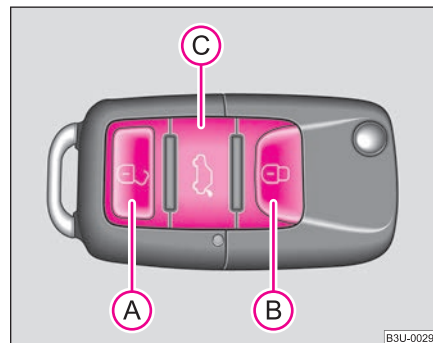

Fig. 28 Llave: Ocupación de las teclas
- Pulse la tecla **(A)** ⇒ fig. 28 aproximadamente durante 1 segundo.